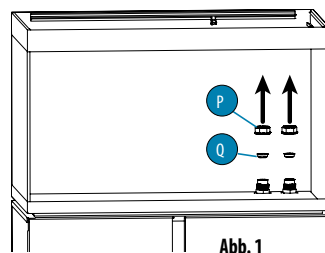

Abb. 1
1. Drehen Sie den Deckel (P) mit der Hand heraus und entfernen Sie den Deckel (Q) aus der Öffnung (O) (Abb. 1). **WICHTIG: Bewahren Sie die Deckel (P) und (Q) auf.**
1. Drehen Sie den Deckel (P) mit der Hand heraus und entfernen Sie den Deckel (Q) aus der Öffnung (I). (Abb. 1). **WICHTIG: Bewahren Sie die Deckel (P) und (Q) auf.**